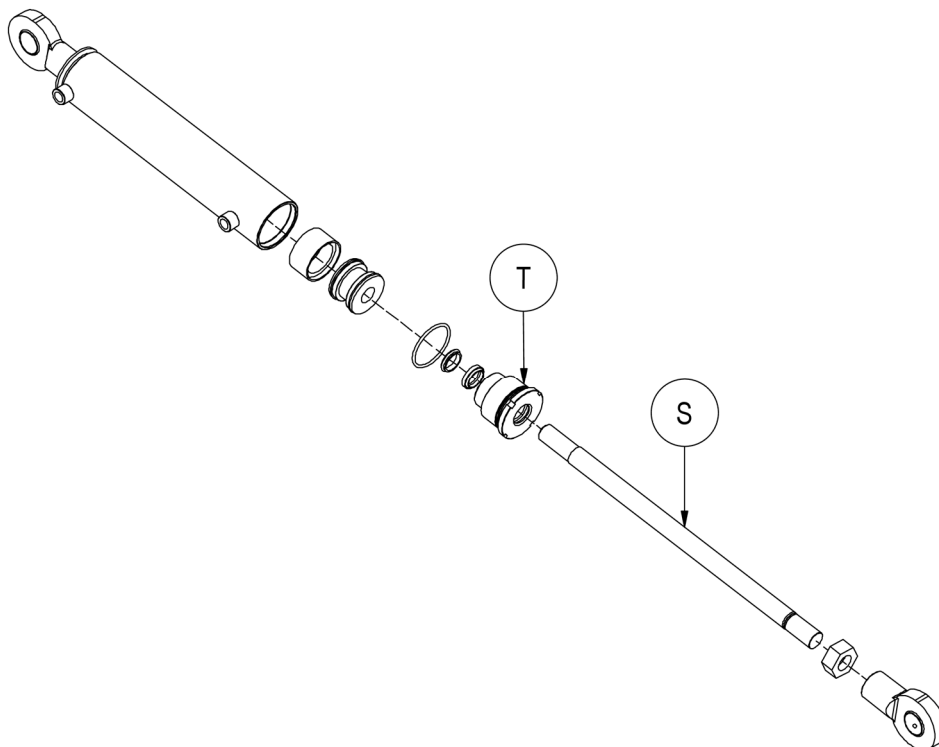

Figura 28
8. Tomar como referencia la *Figura 28*.